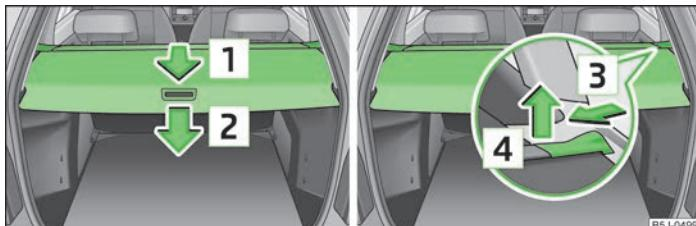

Fig. 49 Maletero: Cubierta del maletero enrollable/desmontar la cubierta del maletero enrollable
- Tirar de la cubierta enrollable del maletero en el sentido de la flecha 1 »fig. 49 hasta el tope en posición asegurada.